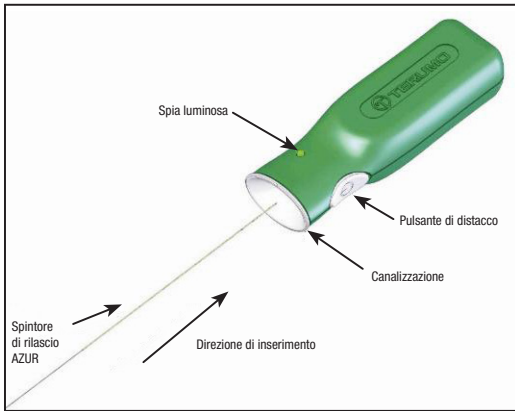

Figura 2: dispositivo di controllo del distacco AZUR
15. Prima di utilizzare il dispositivo, rimuovere l'estremità prossimale dello spintore dall'anello di confezionamento. Prestare attenzione a non contaminare questa estremità dello spintore con sostanze estranee come sangue o mezzo di contrasto. Inserire saldamente l'estremità prossimale dello spintore nella sezione di canalizzazione del dispositivo di controllo del distacco AZUR. Vedere la Figura 2. **Non premere il pulsante di distacco in questo momento.**
35. Collegare l'estremità prossimale dello spintore al dispositivo di controllo del distacco AZUR inserendo saldamente l'estremità prossimale dello spintore nella sezione di canalizzazione del dispositivo di controllo del distacco AZUR. Vedere la Figura 2.